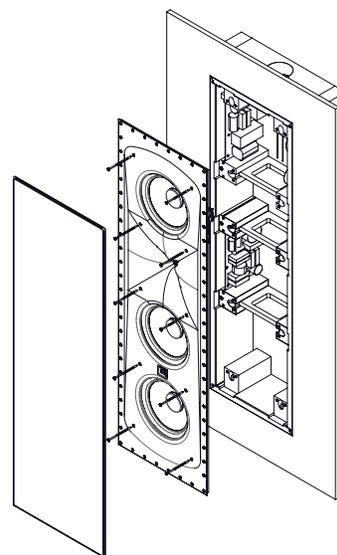

Figura 18
4. Sujeta el sonodeflector a la caja posterior con los diez tornillos suministrados (Figura 18). Empieza por apretar los tornillos de montaje del centro.